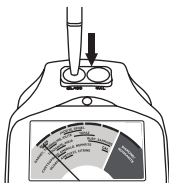

Fig. 1.5
- Apuyez l'embout de la sonde sur le disque test de verre situé à gauche du voyant (**Fig. 1.5**). Appuyez suffisamment pour que l'embout rentre complètement dans la sonde. L'aiguille devrait se déplacer et s'arrêter en deux ou trois secondes dans la zone rouge (de préférence au centre de cette zone) où 'Glass' est imprimé.